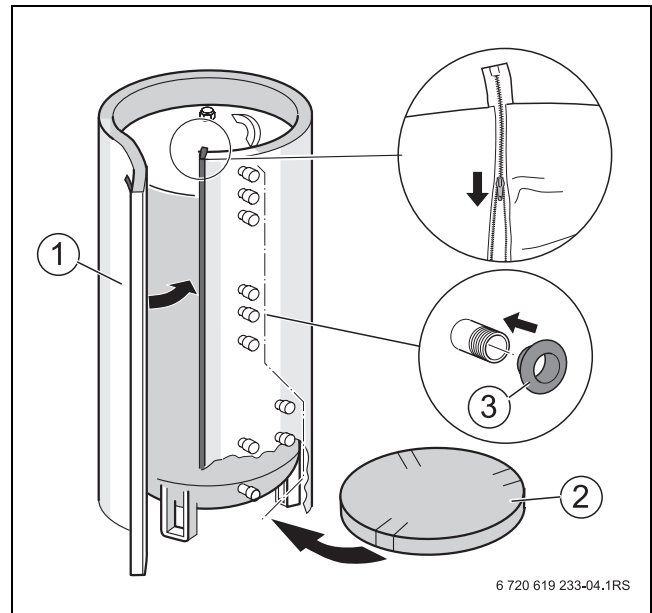

Bild 6 Wärmeschutz montieren
- ▶ Geschlitzte Wärmeschutzscheibe (→ Bild 6, [2]) mit den Einschnitten im Bereich der Speicherfüße auf den Boden legen.
- ▶ Wärmeschutzmatte entsprechend den Speicheranschlüssen und dem Lochbild der Wärmeschutzmatte (→ Bild 6, [1]) deckungsgleich am Speicherbehälter anlegen.
- ▶ Rosetten (→ Bild 6, [3]) über die Anschlüsse führen und in die Wärmeschutzmatte schieben.